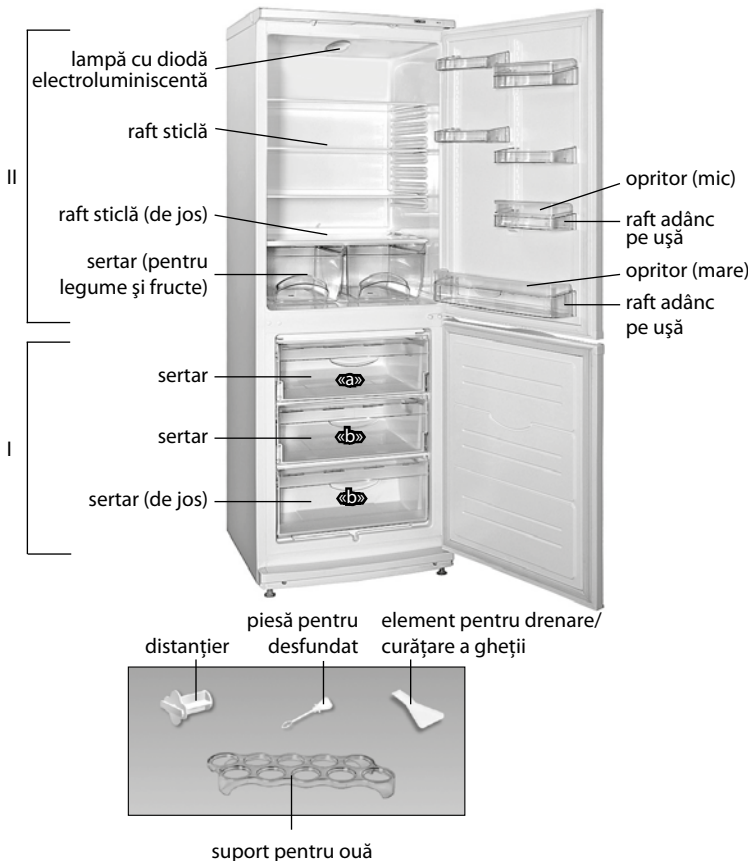

Figura 1 – Frigider și piese componente
1.1 Frigiderul este destinat pentru congelarea și păstrarea de lungă durată a alimentelor congelate, prepararea gheții alimentare în CC, pentru refrigerarea și păstrarea pe termen scurt a produselor alimentare, băuturilor, fructelor și legumelor în CF în conformitate cu figura 1.
1.3 Pentru iluminarea în frigider este folosită o lampă cu diodă electroluminiscentă, în conformitate în figura 1.